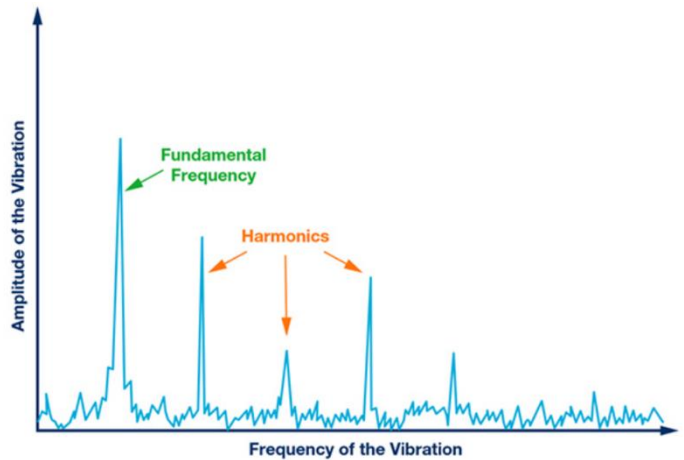

Figure 5 : Spectre d'amplitude des vibrations à 1500 tr/min
Un technicien relève le spectre représenté ci-contre (figure 5) pour une fréquence de rotation du moteur de la pompe de 1 500 tr/min.
2.2.2. Dédire alors la fréquence des trois premiers harmoniques indiqués sur la figure 5.
2.2.3. Justifier à partir du spectre de la figure 5 si un problème d'alignement de la machine peut être diagnostiqué.